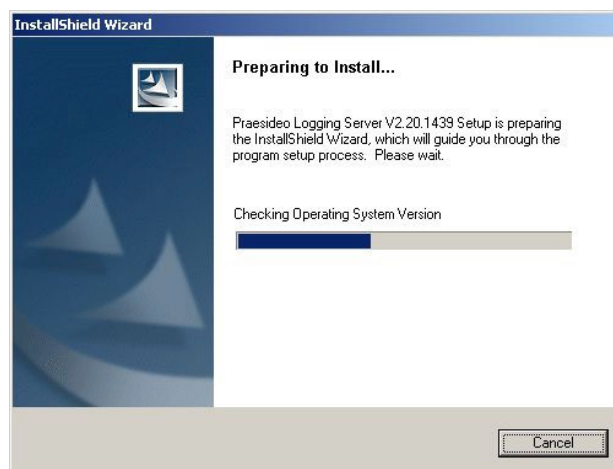

Abbildung 56.1: Setup des Protokollierungs-Servers
- 3 Klicken Sie auf der Schaltfläche *Open*, um das Setup-Programm des *Logging Server* zu starten. Es wird ein Bildschirm angezeigt, der Abbildung 56.1 ähnelt.